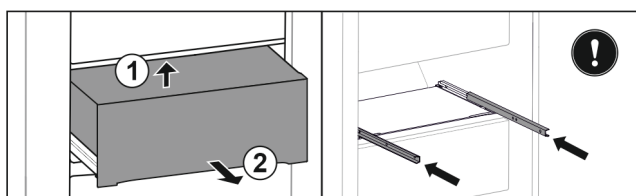

Fig. 49
- ▶ Soulever le tiroir à l'arrière par le bas. Fig. 49 (1)
- ▶ Retirer le tiroir par l'avant. Fig. 49 (2)